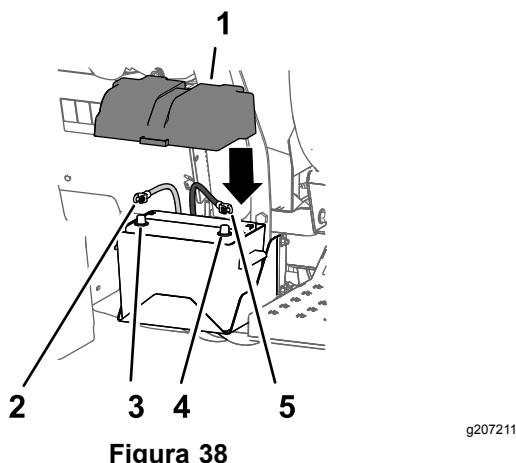

Figura 38
1. Collegate il cavo positivo della batteria al relativo polo positivo (Figura 38).
2. Collegate il cavo negativo della batteria al relativo polo negativo (Figura 38).
3. Allineate il coperchio della scatola della batteria e fissatelo con la cinghia (Figura 38).